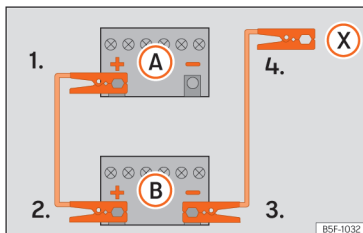

Abb. 160 Anschlusschema für Fahrzeuge ohne Start-Stopp-System.
2. Klemmen Sie ein Ende des roten Starthilfe-kabels an den Pluspol (+) des Fahrzeugs mit der entladenen Fahrzeugbatterie (A).
3. Klemmen Sie das andere Ende des roten Starthilfekabels an den Pluspol (+) des stromgebenden Fahrzeugs (B).
4. Fahrzeuge ohne Start-Stopp-System: Klemmen Sie ein Ende des schwarzen Starthilfekabels an den Minuspol (-) des stromgebenden Fahrzeugs (B) »» (Abb. 160).